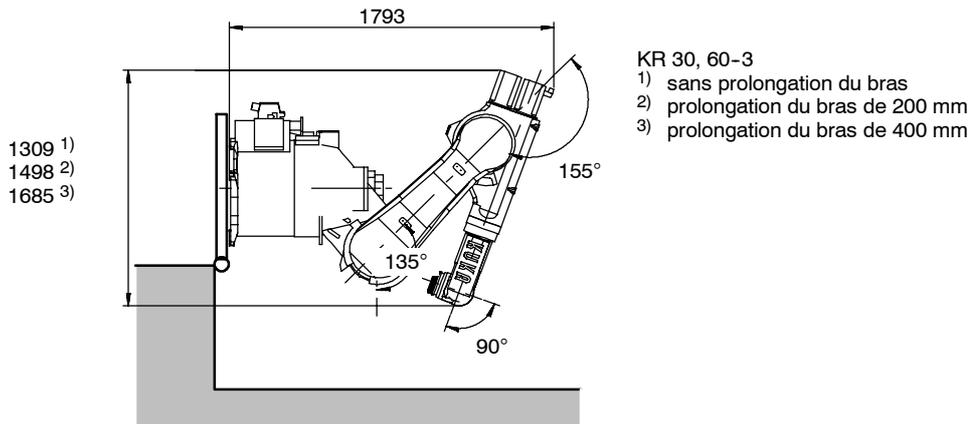

Fig. 71 Position de transport du robot monté au mur
(2) Mettre le robot en service et l'amener en position de transport (Fig. 71).